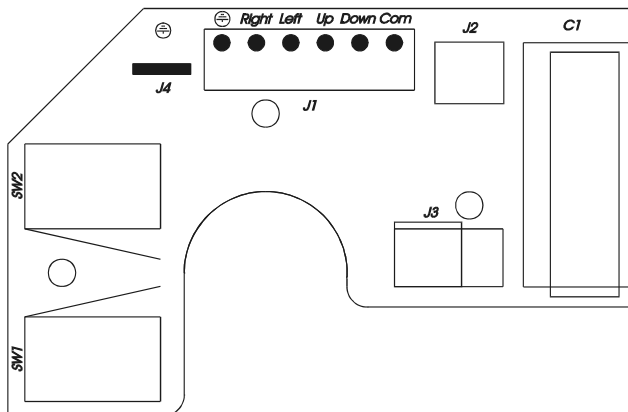
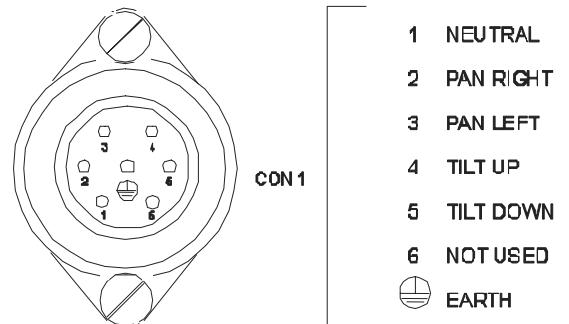

Abb. 1A
Abb. 1B
**Eingriff:** Klemmbrett J1 auf die untere Karte der Schwenkung (siehe Bild 1A) oder 6+1 Pole Verbinder (siehe Bild 1B), Empfängerklammern (siehe DTRX3/DTMRX2-Handbuch).